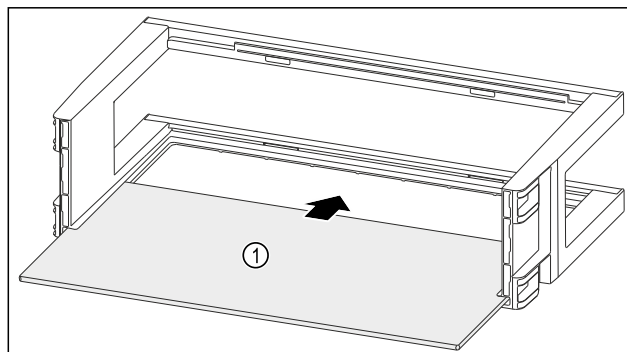

Fig. 143
- Insérer la tablette de rangement *Fig. 143 (1)* dans les évidements latéraux.